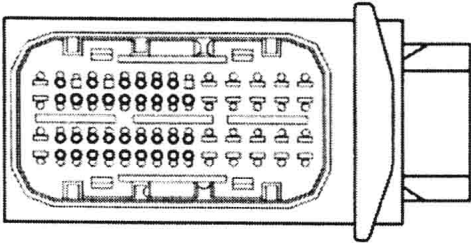

图 1-1-10 发动机控制模块（ECM）A 连接器端子图
1. 发动机控制模块（ECM）A 连接器端子图（图 1-1-10）及端子功能表（表 1-1-1）